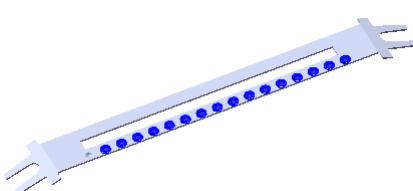
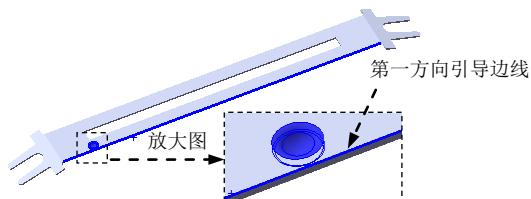

图 15.2.25 阵列（线性）1
图 15.2.26 选择阵列引导边线
Step7. 创建图 15.2.25 所示的阵列（线性）1。
(1) 选择下拉菜单 **插入(I)** → **阵列/镜向(E)** → **线性阵列(L)...** 命令，系统弹出“线性阵列”对话框。
(2) 定义阵列源特征。单击 **要阵列的特征(E)** 区域中的文本框，选取成形特征 1 作为阵列的源特征。
(3) 定义阵列参数。
① 定义方向 1 的阵列引导边线。选择图 15.2.26 所示的边线为第一方向引导边线。
② 定义方向 1 的参数。在 **方向 1** 区域的 **D1** 文本框中输入数值 1.9；在 **数量** 文本框中输入数值 17。